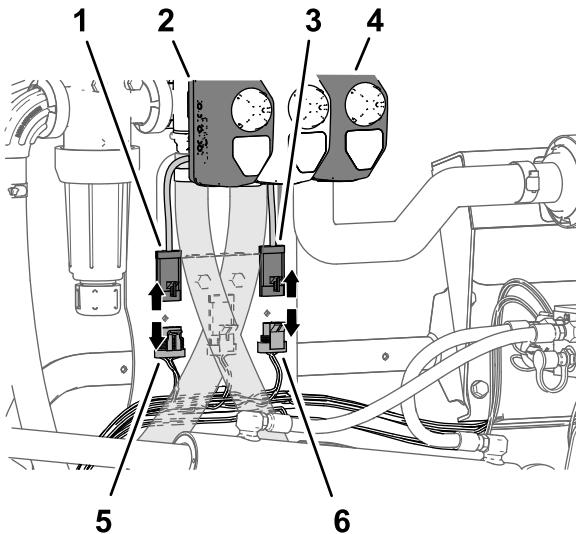

Bild 32
2. Schließen Sie den 4-Buchsen-Stecker des Maschinenkabelbaums, der mit RATE VALVE beschriftet ist, vom 4-Stift-Stecker des Dosierungsventil-Aktuators ab (Bild 32).
3. Schließen Sie den 3-Buchsen-Stecker des Maschinenkabelbaums, der mit **MASTER SPRAY VALVE** beschriftet ist, vom 3-Stift-Stecker des Hauptsprühventil-Aktuators ab (Bild 32).